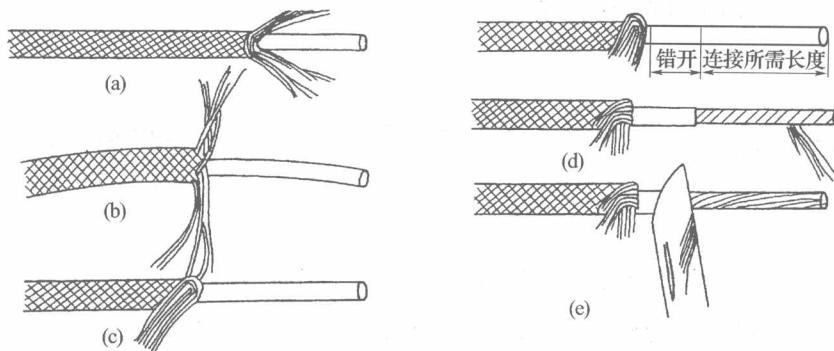

图 1-23 花线绝缘层的剥切
④ 用电工刀剥切花线如图 1-23 所示: 首先从端头开始将表层棉纱散开 15mm 以上, 如图 1-23(a) 所示; 其次将已散开的棉纱分成两组, 分别捻成线状, 并向后推缩至线头连接所需长度与错开长度(10mm)之和处, 如图 1-23(b) 所示; 再次将推缩的棉纱线扣住后, 紧扎住橡皮绝缘层, 不让棉织管向线头端部复伸, 如图 1-23(c) 所示; 然后在距棉
织管约 10mm 处用钢丝钳剥切橡胶绝缘层, 此时会露出棉纱层, 接着把露出的棉纱层按缠绕方向散开, 一致散到切口根部, 最后拉紧切断即可, 如图 1-23(d)、(e)所示。